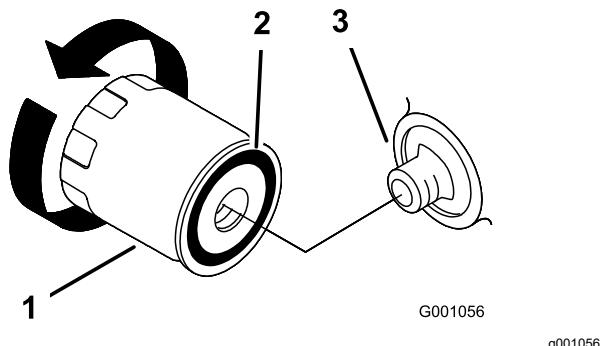

図 34
- アダプタにフィルタを取り付け、ガスケットがアダプタに当たるまでフィルタを右に回し、そこから更に 2/3-1 回転増し締めする図 34。